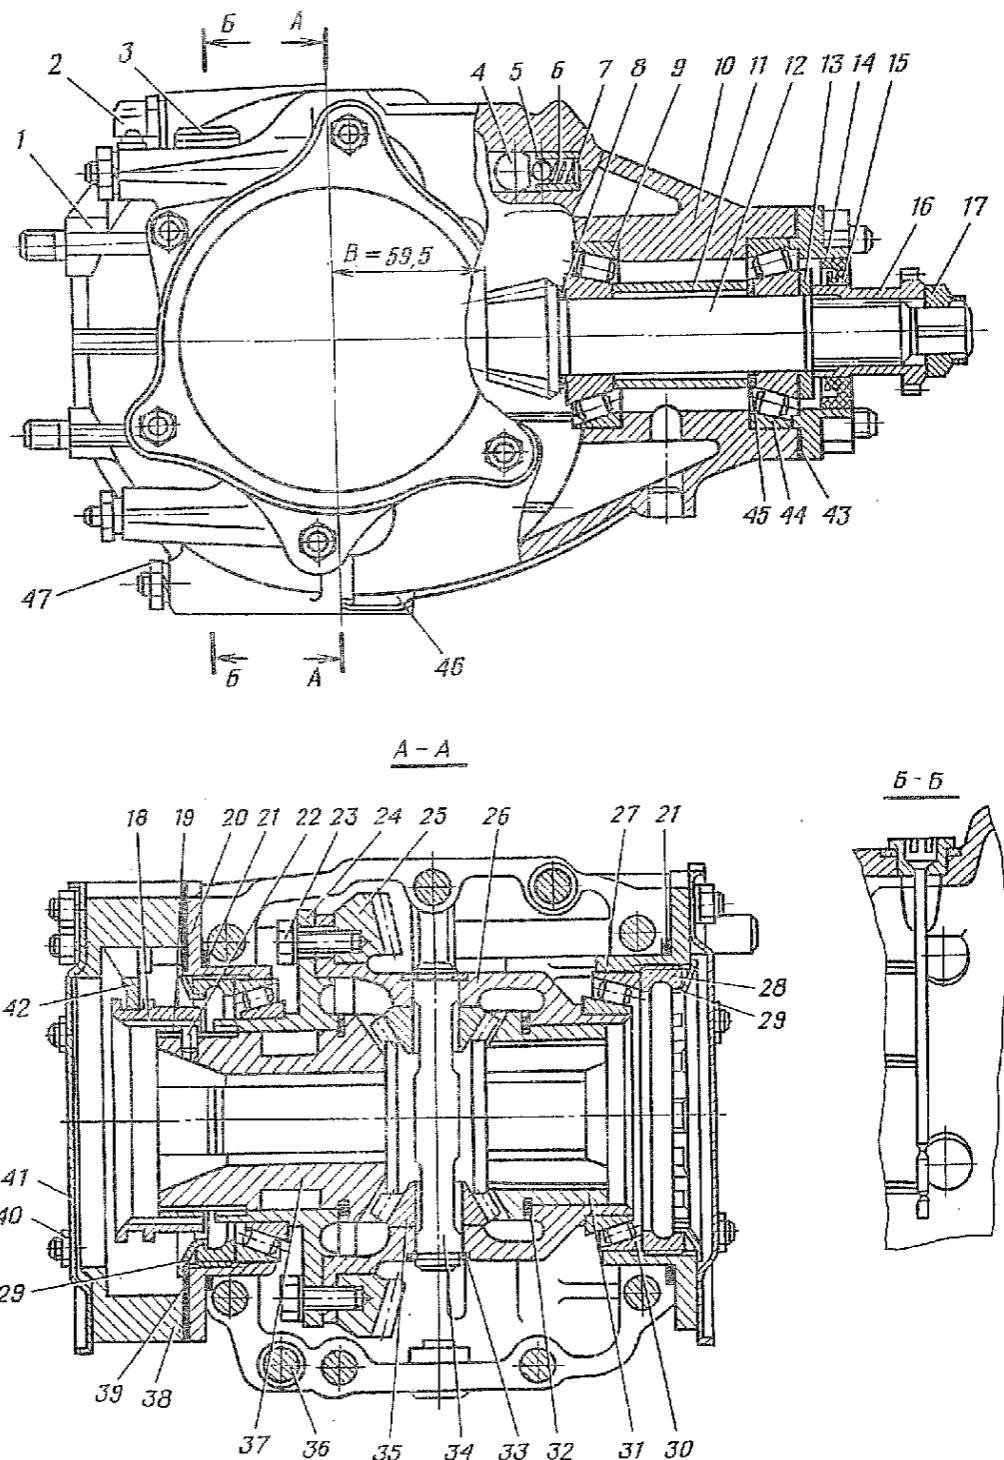

Рис. 174. Редуктор заднего моста в сборе:
1.2. Вывернуть из редуктора сапун 2 (рис. 174), указатель 3 уровня масла, пробку 46 маслосливного отверстия (ключ 11, ключ для пробок маслосливных отверстий).
1.13. Выпрессовать сальник 15 (рис. 174) из крышки 14 (оправка, молоток 500 г).
шипника (съемник универсальный, приспособление, рис. 138) и снять набор регулировочных прокладок 8 (рис. 174).